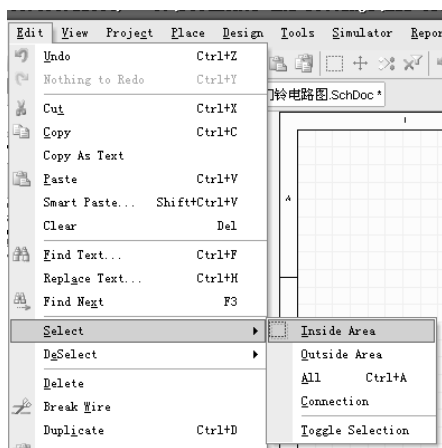

图 2.2.14 选中子菜单
(1) “Edit (编辑)” 菜单下 “Select (选择)” 的子菜单可以实现元件选择, 该菜单如图 2.2.14 所示。